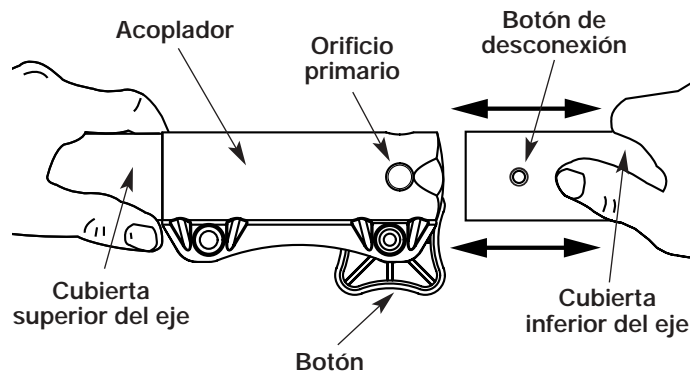

Fig. 6
3. Mientras sostiene el accesorio con firmeza, empujelo en línea recta en el acoplador (Fig. 6).
PRECAUCIÓN: Trabe el botón de desconexión en el orificio primario (Fig. 6) y ajuste bien la perilla antes de operar esta unidad.